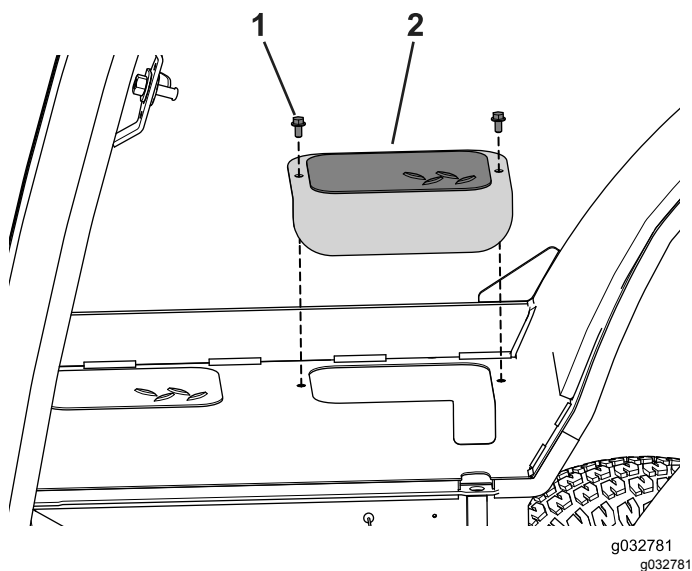

Figure 66
- 1. Retirez les 2 boulons qui fixent le couvercle d'accès de chaque côté de la machine et mettez-les de côté (Figure 66).
7. Déposez la barre de levage et reposez le couvercle d'accès que vous avez mis de côté auparavant (Figure 66).